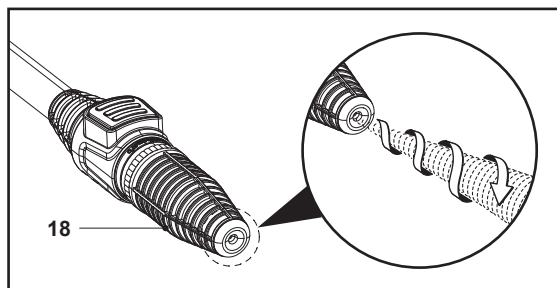

Fig. 12
La buse turbo (18) tourne pendant qu'elle pulvérise des jets d'eau à haute pression pour un lavage efficace (Fig. 12).